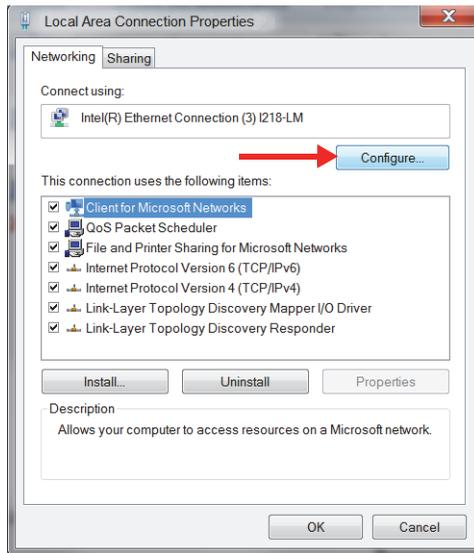

图 1-7 选择配置
3. 在**Networking**（网络）选项卡中，点击**Configure**（配置）（参见第28页的图 1-7）。